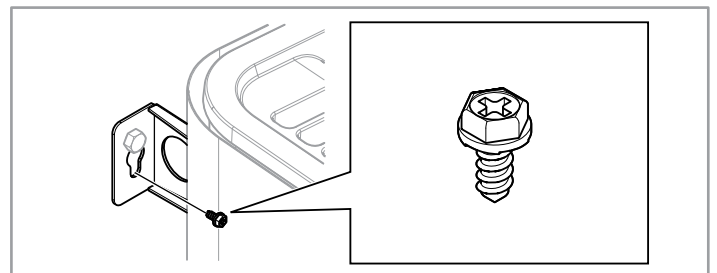

Abb. 14: Sicherungsschraube der Halterung
12. Sichern Sie den Ofen mit der Sicherungsschraube, siehe Abb. 14.